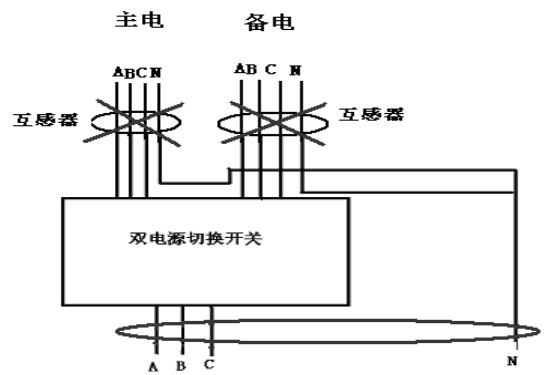

图 8 互感器应置于双电源开关的输出侧
- 5) 含双电源切换开关的配电箱内的剩余电流式电气火灾监控探测器的互感器应置于双电源切换开关出线侧,如图 8。